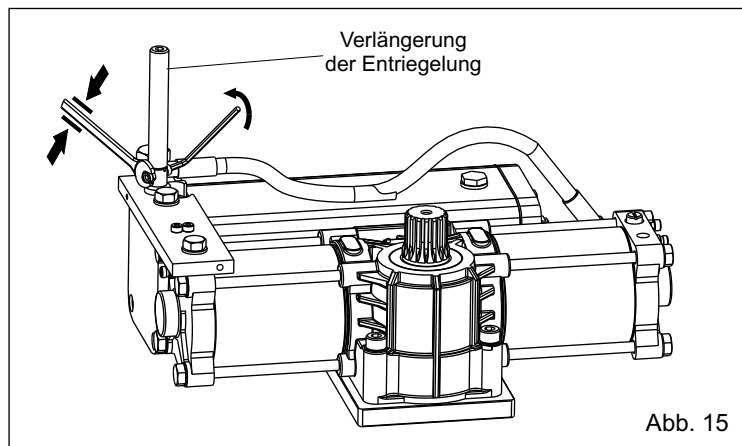

Abb. 15
4.1. Bevor der Antrieb in das selbsttragende Gehäuse eingesetzt wird, die Verlängerung der Entriegelung (Abb.15) installieren.